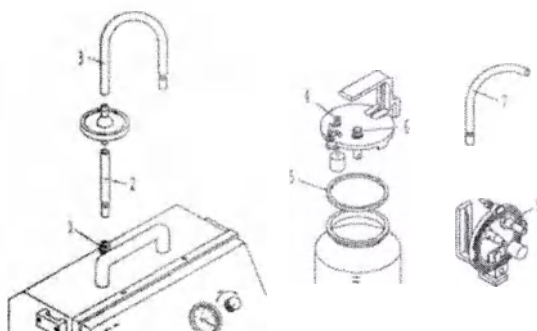

Рис. 8
Уплотнительные кольца и трубки (Рис.8)
- 4063 Уплотнительное кольцо адаптора отсоса (1, Рис.8)